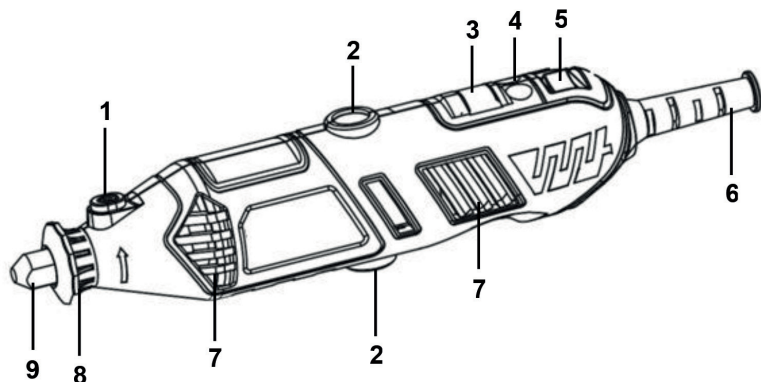

Рис.1
Регулировка скорости вращения двигателя осуществляется нажатием кнопок регулировки оборотов 4 (Рис. 1). Для увеличения оборотов «+», для уменьшения оборотов «-».
2. Переведите клавишу выключателя 5 (рис. 1) в положение «I».